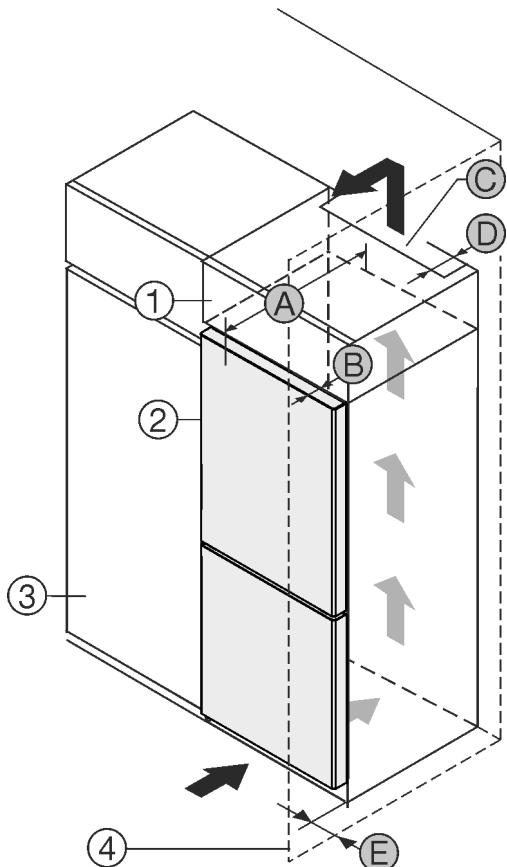

Fig. 1
Μπορείτε να τοποθετήστε τη συσκευή ακριβώς δίπλα από το ντουλάπι κουζίνας Fig. 1 (3).*
Στην πίσω πλευρά του επικαθήμενου ντουλαπιού πρέπει να υπάρχει ένα κενό εξαγωγής αέρα με βάθος Fig. 1 (D) σε όλο το πλάτος του επικαθήμενου ντουλαπιού.*
Κάτω από την οροφή του δωματίου πρέπει να τηρείται η διατομή εξαερισμού Fig. 1 (C).*
Εάν τοποθετήσετε τη συσκευή με τους μεντεσέδες δίπλα σε κάποιον τοίχο Fig. 1 (4), τότε πρέπει η απόσταση ανάμεσα στη συσκευή και στον τοίχο να ανέρχεται σε τουλάχιστον 13 mm.*
Εάν τοποθετήσετε τη συσκευή με τους μεντεσέδες δίπλα σε κάποιον τοίχο Fig. 1 (4), τότε πρέπει η απόσταση ανάμεσα στη συσκευή και στον τοίχο να ανέρχεται σε τουλάχιστον 20 mm.*
Για να μπορείτε να ανοίγετε τελείως την πόρτα, πρέπει η συσκευή να προεξέχει κατά το βάθος της πόρτας Fig. 1 (B) από την πρόσοψή του ντουλαπιού κουζίνας. Η συσκευή μπορεί να προεξέχει περισσότερο, ανάλογα με το βάθος των ντουλαπιών κουζίνας Fig. 1 (3) και την χρήση αποστατών τοίχου.*